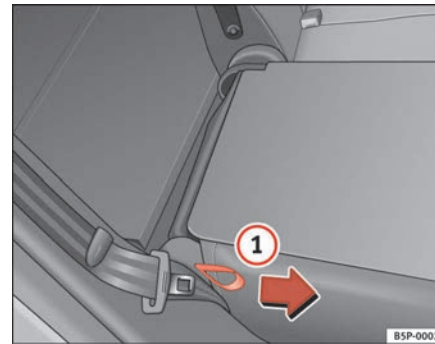

Abb. 98 Umklappen bzw. Aufrechtstellen der Rück-sitzlehne
- Ziehen Sie an der Schlaufe auf der Seite des Sitzes ⇒ Abb. 98 .